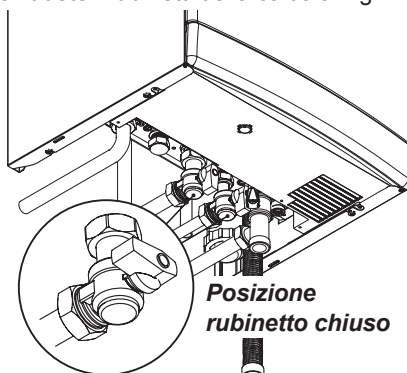

Fig. 2.18
- chiudete i rubinetti della caldaia Fig. 2.18.